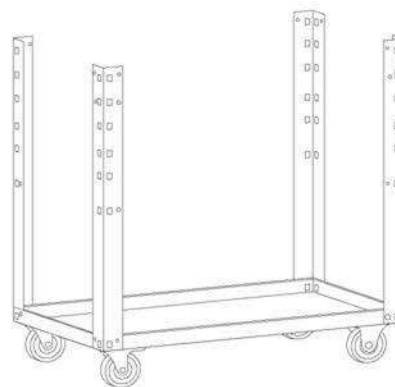

Рис. 3. Установка колес
4. С помощью болтов М6 х 10, шайб А6 и гаек М6 закрепите колеса к нижней полке (рис. 3).